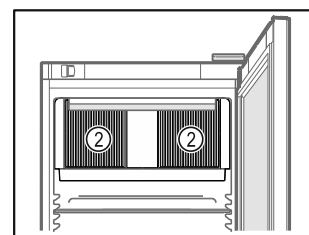

Fig. 56
- ❑ Ne pas obstruer les fentes d'aération Fig. 56 (2) du ventilateur de circulation d'air à l'intérieur de l'appareil.